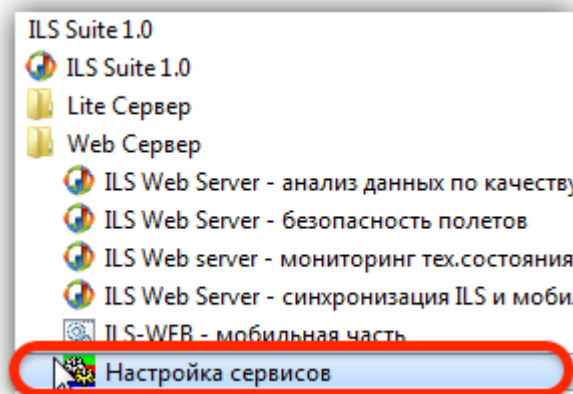

Рис. 4-3 – Запуск настройки сервисов
1) В системном меню выбрать «ОС Windows Пуск» → «Все программы» → «ILS Suite 1.2» → «Web Сервер» → «Настройка сервисов» (рис. 4-3).
1) В системном меню выбрать ОС Windows «Пуск» → «Все программы» → «ILS Suite 1.2» → «Web Сервер» → «Настройка сервисов» (см. выше рис. 4-3).
1) Запустить утилиту *Настройка сервисов*, выбрав в системном меню ОС Windows «Пуск» → «Все программы» → «ILS Suite 1.2» → «Web Сервер» → «Настройка сервисов» (см. выше рис. 4-3).